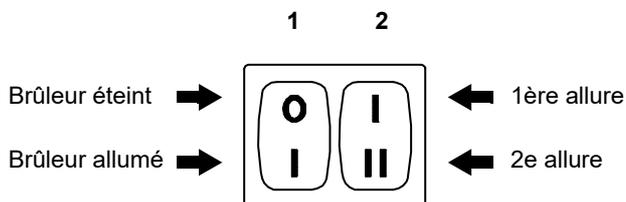
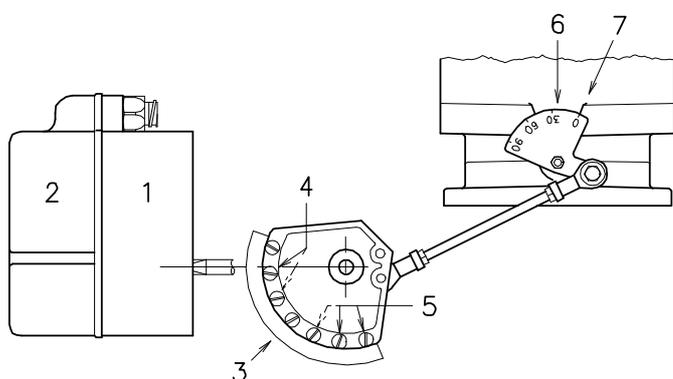

Fig. 25
Fig. 26
- l'interrupteur 1)(Fig. 25) en position « **BRÛLEUR ALLUMÉ** » ;
- l'interrupteur 2)(Fig. 25) en position « **1ÈRE ALLURE** ».
Dans la description ci-dessus, on a laissé le brûleur allumé, fonctionnant en 1ère allure. Mettre ensuite l'interrupteur 2)(Fig. 25) dans la position de 2ème allure : le servomoteur ouvrira le volet d'air et simultanément le papillon de gaz à 90°.
Modifier en progression le profil final de la came 3)(Fig. 26) à l'aide des vis 5).
Mettre l'interrupteur 2)(Fig. 25 à la page 24) dans la position de 1ère allure : le servomoteur 1)(Fig. 26) fermera le volet d'air et simultanément fermera le papillon de gaz jusqu'à 15°, c'est-à-dire jusqu'au réglage d'usine.
- S'il faut l'augmenter, passer en 2ème allure à l'aide de l'interrupteur 2)(Fig. 25 à la page 24) et augmenter légèrement l'angle du levier orange par de petits déplacements successifs, c'est-à-dire en passant de l'angle de 15° à 17°, puis à 19°, et ainsi de suite.
Modifier en progression le profil initial de la came 3)(Fig. 26) à l'aide des vis 4). Si possible, ne pas serrer la première vis : il s'agit de la vis qui ferme complètement le volet d'air.
Éteindre le brûleur à l'aide de l'interrupteur 1)(Fig. 25 à la page 24), puis agir sur les vis intermédiaires de la came de façon à ce que l'inclinaison de la came soit progressive.